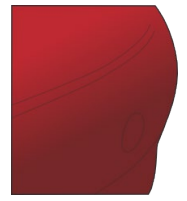

Abbildung 15
- › Die Verklebung ist beendet. (Abb. 15)